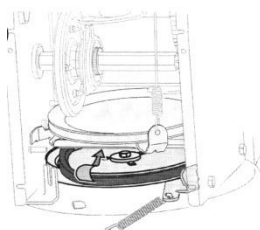

Fig. 18
● Freza este atașată la axul în spirală cu două știfturi de siguranță și un știft spintecat. Dacă freza atinge un obiect străin sau o acumulare de gheață, aruncătorul este proiectat de așa natură caștifturile să se rotească. Vezi Fig. 18.
- Strecurați cureaua de direcție printre roata de fricțiune și disculacesteia. Vezi Fig. 18.